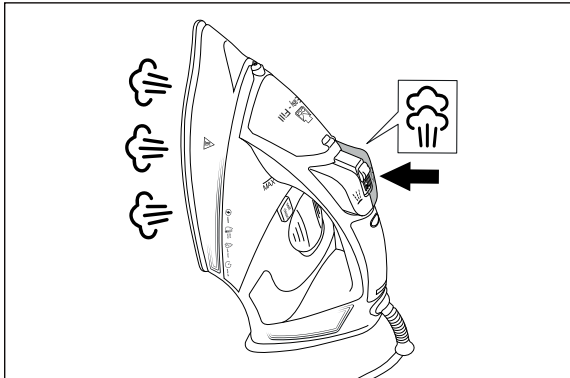

Abb. 7
- 4) Drücken Sie mehrmals im Abstand von jeweils ca. 5 Sekunden kurz die Taste für den Dampfstoß **4** (siehe Abb. 7).